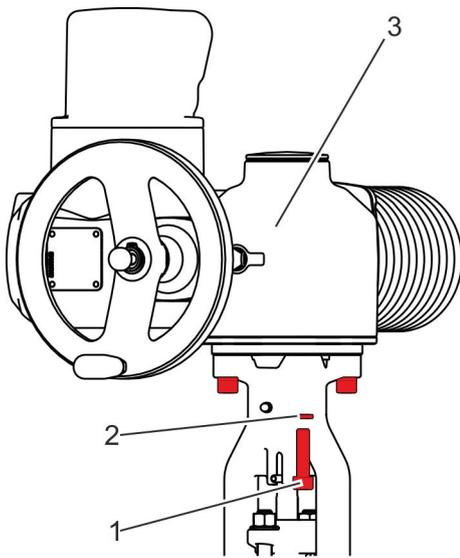

Abb. 35: Schrauben entfernen
2. ➤ Befestigungsschrauben (Abb. 35/1) des elektrischen Antriebs (Abb. 35/3) lösen und samt Scheiben (Abb. 35/2) entfernen.
3. ➤ Elektrischen Antrieb (Abb. 35/3) abnehmen und außerhalb des Arbeitsbereichs lagern.